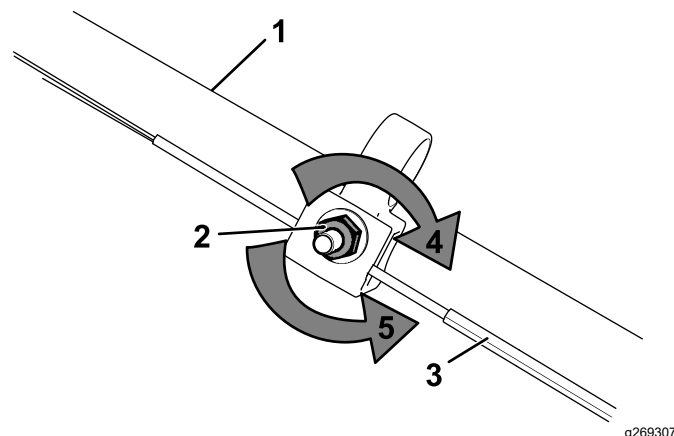

Figure 27
1. Tournez l'écrou de réglage dans le sens antihoraire pour desserrer le réglage du câble (Figure 27).
2. Ajustez la tension du câble (Figure 27) en le tirant en arrière ou en le poussant en avant puis en le maintenant à cette position.